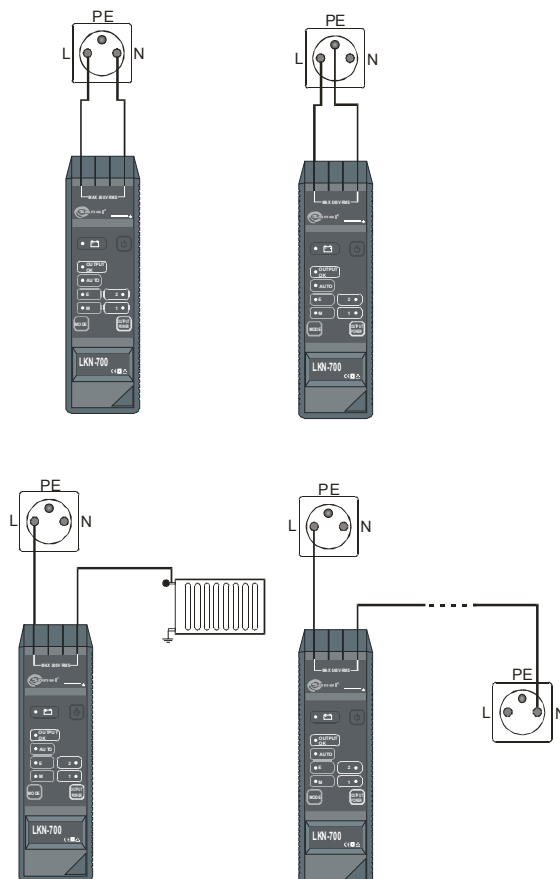

Рис.7 Поиск проводов – способы подключения передатчика
Чтобы избежать эффекта компенсации поля при токе, текущем по двум жилам провода в противоположных направлениях, следует использовать заземление (провод защитный или нейтральный), находящегося в удаленном гнезде или подсоединиться к заземленной металлической трубе горячего водоснабжения или водопровода (Рис.7). В некоторых случаях, например, когда реактивный ток может протекать по заземленным элементам конструкции здания, может быть полезным для однозначной локализации провода, подключить оба гнезда передатчика к одному сетевому гнезду.
- Подключить второе гнездо с проводом фазы к розетке, выключателю и т.п. (рис.7);